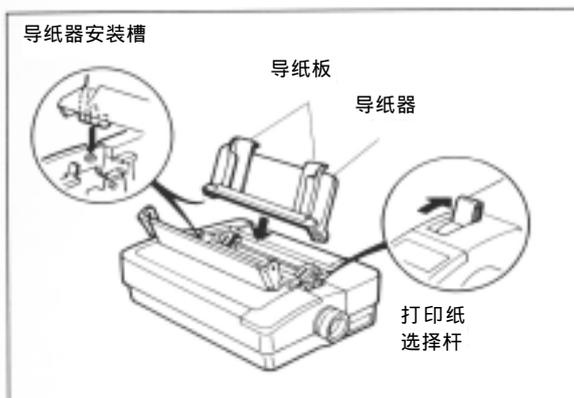

图 3-2 安装导纸器
打印纸选择杆设定了该打印机在打印连续纸或单页纸时的有关功能，如图 3-2 所示。如果仔细观看该选择杆前后两边，就会发现选择杆前后分别有表示连续纸与单页纸的图形。如果使用连续纸，可把该打印纸选择杆往前部移动（往连续纸方向移动）；如果使用单页纸，则把该选择杆往后部移动（往单页纸方向移动）。
2. 如图 3-2 位置在正上方安装导纸器。用手握住导纸器两上角，注意将导纸器两下角的“L”型通道槽对准上壳两边的两柱位放入。同时，将导纸器略向前移动，从而使两柱滑入垂直通道中。安装正确后，该导纸器应处于正上方位置。
2. 把打印纸选择杆调节到后部位置（单页纸位置），见图 3-2。
4. 把导纸器安装在正上方，以便于进纸，见本章的图 3-2。